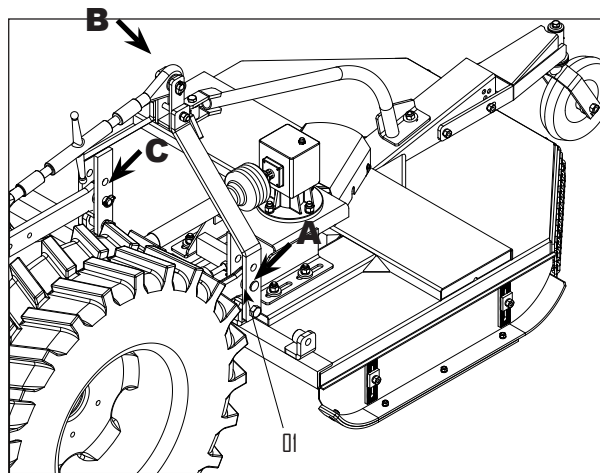

FIGURA 06
2 - Engatar o braço inferior esquerdo do trator com o pino de engate item (01) figura 06, no suporte "A" da roçadeira.
4 - Finalmente com o auxílio da alavanca reguladora de altura, engatar o braço inferior direito do trator no suporte "C" da roçadeira, coloque a trava no pino conforme figura 06.